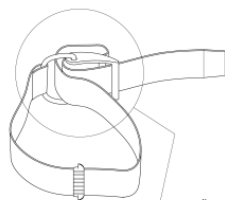
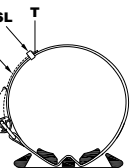

fig. 2-4
fig. 2-7
1. Faites tourner la boucle jusqu'à ce qu'elle s'enclenche en position ouverte. Glissez la sangle autour de la boucle en plastique comme indiqué sur le schéma (fig. 2-4), humidifiez la sangle avant de la positionner et de la fixer sur la bouteille, et réglez sa longueur (fig. 2-7).
3. Fermez la boucle (C) (fig. 2-7). Si la sangle du système de largage rapide (W1) est trop serrée ou trop lâche, ouvrez la fermeture Velcro et la boucle pour ajuster sa longueur (fig. 2-5). Pour encore plus de sécurité, faites glisser l'anneau (SL) (fig. 2-5) autour de l'extrémité de la sangle (T). Sur un gilet avec une plaque dorsale rigide, si la bouteille est montée sur le gilet vous pouvez soulever tout l'ensemble à l'aide de la poignée qui est intégrée dans la plaque dorsale. Secouez l'ensemble pour vérifier que la bouteille est correctement fixée.